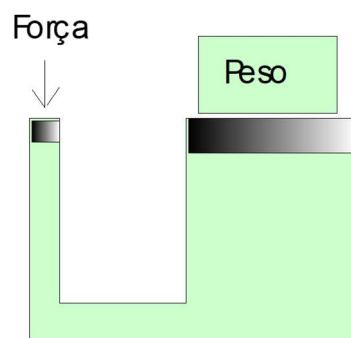

Figura 2.3. Princípio de Pascal.
**Pascal** demonstrou que incrementos de pressões são transmitidos através dos fluidos. As aplicações mais comuns deste princípio são os elevadores para carros, os freios hidráulicos e todos os sistemas hidráulicos e pneumáticos utilizados nas indústrias. Observe que uma pequena força aplicada em um fluido na área menor provoca um incremento de força muito maior na área maior (figura 2.3). Ou seja, a partir dessa informação podemos projetar equipamentos capazes de aplicar forças muito grande, com um pequeno esforço.